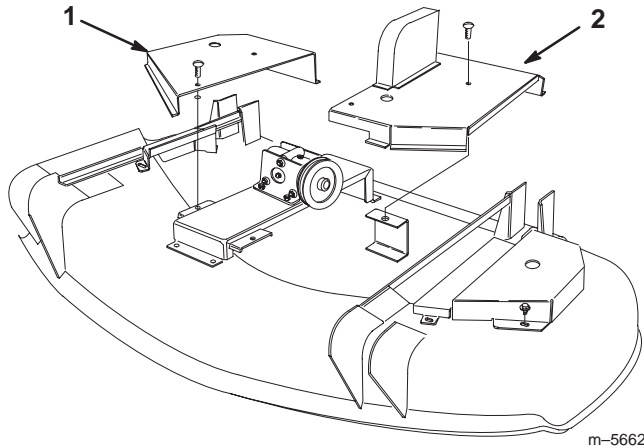

Bild 31
1. Lockern Sie die Befestigungsteile, mit denen die linken und rechten mittleren Schneidwerk-abdeckungen abgesichert werden und entfernen die beiden, mittleren Abdeckungen (Bild 31).
5. Bringen Sie die beiden mittleren Schneidwerk-abdeckungen mit den Befestigungsteilen an (Bild 31).